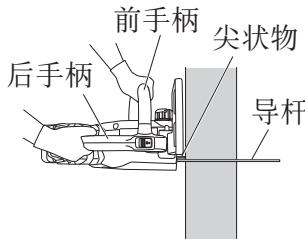

图 26
- (4) 在水平锯割木材时，将机体向右转，使导杆位于下方，并以左手握住在前手柄上侧。水平握住导杆，将位于机体前部的尖状物置于腰部。将尖状物作为支点，通过将后手柄向右转动以切入木头。（图 26）